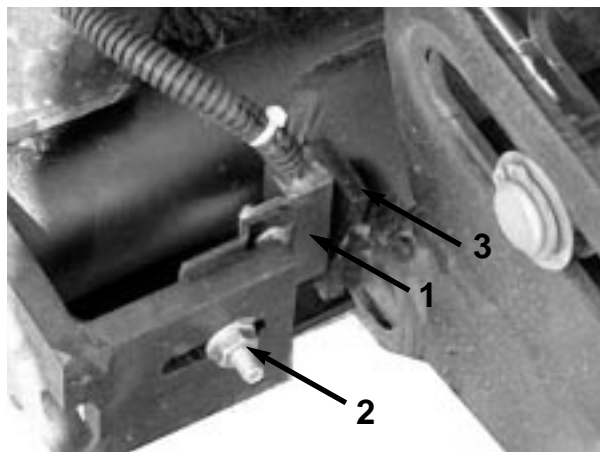

図 10
- ・ 4番、6番または7番の昇降アームにスイッチブラケットを固定しているキャリッジボルトナット (図 10) をゆるめる。図は4番アームを示す。